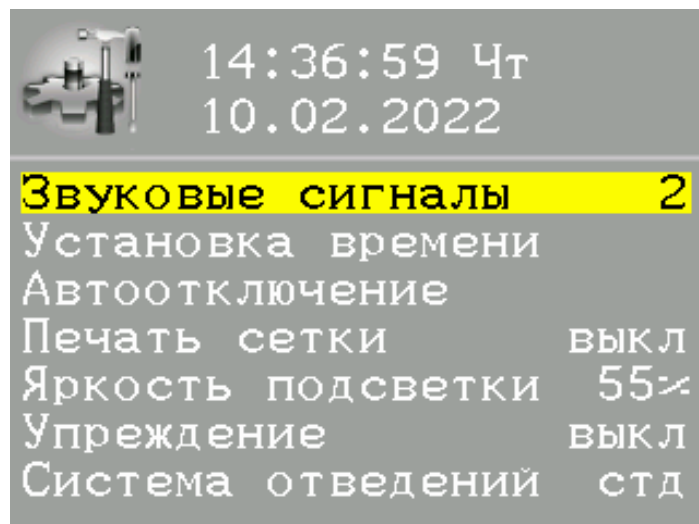

Рисунок 2.2 – Окно меню НАСТРОЙКИ
- на главном меню кнопкой **"mm/s"** или **"▶"** выделить пиктограмму **НАСТРОЙКИ** и нажать кнопку **"ПУСК"**. На дисплее откроется меню настроек (см. рисунок 2.2).